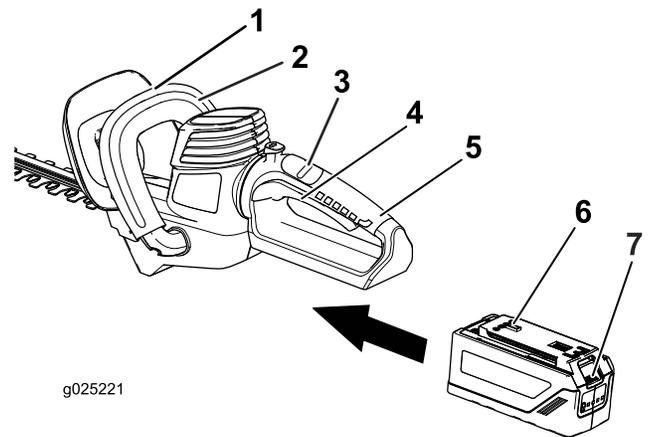

Figura 3
2. Allineate la linguetta del pacco batteria con la cavità nell'alloggiamento dell'impugnatura (Figura 3).
3. Afferrate l'impugnatura con grilletto (Figura 3).
5. Posizionate una mano sull'impugnatura con grilletto. Posizionate l'altra mano sull'impugnatura ausiliaria e premetene il grilletto (Figura 3).
6. Fate scorrere indietro l'interruttore di blocco, verso di voi, poi premete l'interruttore del grilletto per accendere il decespugliatore per siepi (Figura 3).
1. Rilasciate l'interruttore del grilletto o il grilletto dell'impugnatura ausiliaria (Figura 3).